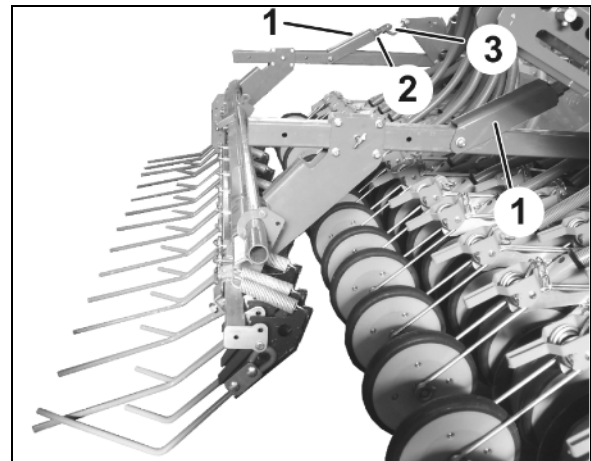

Bild 93
Inställningen sker genom att harvupphängningen förlängs eller förkortas (Bild 93/1):
3. Lossa låsmuttrarna (Bild 93/2).
4. Ställ in den övre harvupphängningen med samma längdmått på alla fästpunkter. Vrid här för alla skruvarna (Bild 93/3) lika mycket.
5. Dra åt låsmuttrarna (Bild 93/2) efter slutförd inställning.